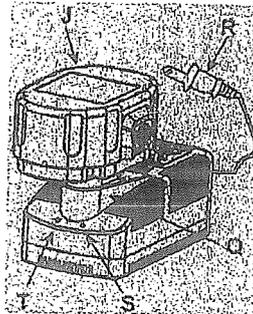

Abb. 4
#### AUFLADEN DER BATTERIE (Abbildung 4)
1. Schließen Sie den Stecker des Ladegeräts (R, Abbildung 4) an einer 230 V Wechselstrom-Steckdose an. Die grüne LED-Betriebsleuchte (T, Abbildung 4) schaltet sich ein, und zeigt, dass das Ladegerät benutzungsbereit ist.
2. Legen Sie den Batterieblock in das dafür vorgesehene Abteil (Q, Abbildung 4) des Ladegeräts ein, und stellen Sie sicher, dass er fest darin sitzt. Die rote LED (S, Abbildung 4) beginnt zu blinken (etwa einmal pro Sekunde). Dies zeigt an, dass die Batterie korrekt eingesetzt ist und geladen wird.
3. Wenn die rote LED leuchtet, jedoch nicht blinkt, und die grüne LED (T, Abbildung 4) ebenfalls leuchtet, ist der Batterieblock zu heiß und kann nicht geladen werden. Entnehmen Sie die Batterie, lassen Sie sie 30 Minuten lang abkühlen und setzen Sie sie wieder ein.